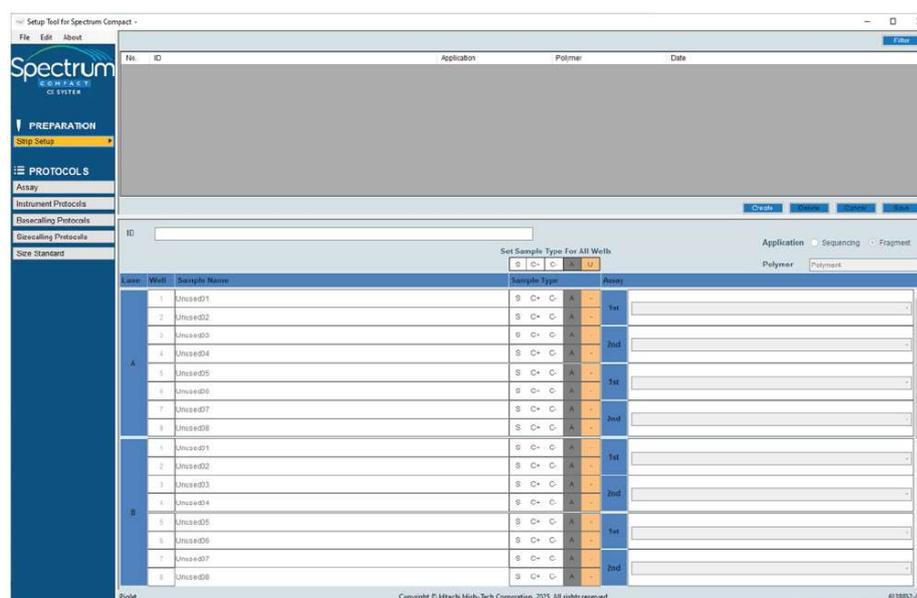

図 190 Default 画面
5. 該当するプロトコルファイルを選び、**Open** を選択します。これでツールの使用準備が整いました。デフォルトでは、ソフトウェアは **Strip Setup** ウィンドウを開きます。(図 190)
5. 別の方法として、各列の上にあるボタン、または “**Set Sample Type For All Wells**” 内のボタンを使用して、**32** 個すべてのサンプルに対してサンプルタイプを一括設定することもできます。(図 190)